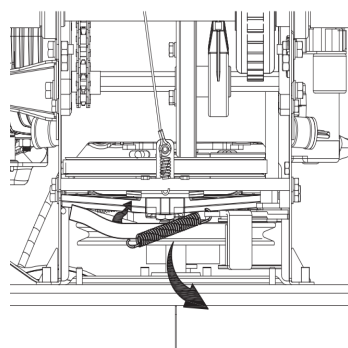

Рис. 26
- Освободите опорный кронштейн пружины от рамы (Рис. 26).